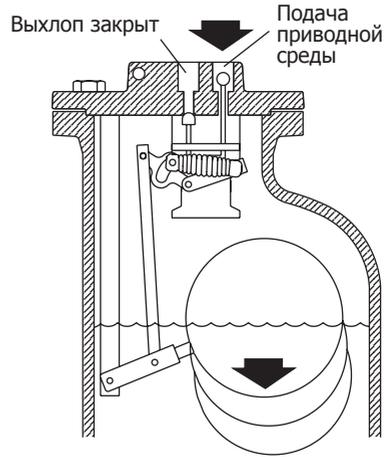

Рис. 7 Цикл выпуска
3. При всплытии поплавков (**7**) через рычаг (**9**) начинает растягивать пружины (**10**). Когда поплавок (**7**) достигнет крайнего верхнего положения, мгновенно сработает механизм который использует энергию растянутых пружин. Механизм открывает подачу в корпус насоса приводной среды, например пара, и одновременно с этим закрывает выхлоп (Рис. 7).